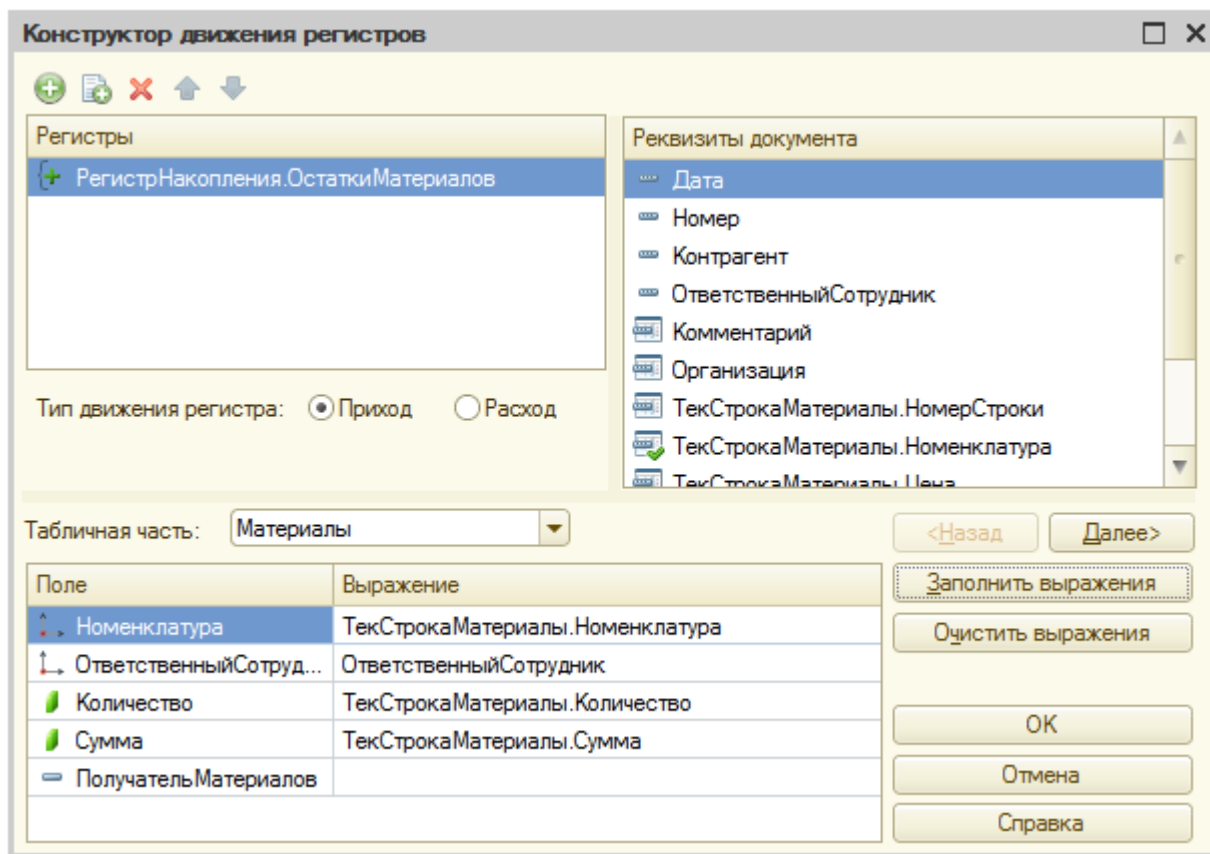

Рисунок 12.4- Конструктор движений
7. В конструкторе, выберем тип движения регистра – **Приход**, в поле **Табличная часть** укажем табличную часть документа **Материалы**, нажмем на кнопку **Заполнить выражения**. Автоматический механизм установления соответствия между данными документа и регистра не всегда работает правильно (в том случае, если не может однозначно определить соответствия, или тогда, когда соответствие, определенное им по его логике, отличается от желаемого), поэтому проверим правильность установленных соответствий. В итоге окно **Конструктора движения регистра** должно выглядеть так, как показано на Рисунок 12.4.